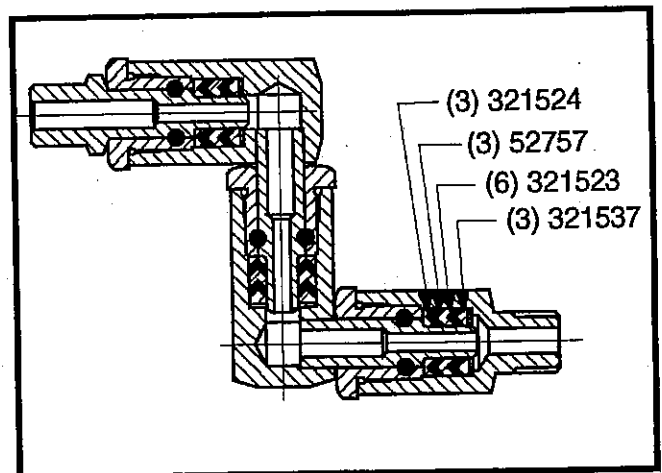

Figure 7 : Ensemble orientable universel 52752 (modèle 9641)
IMPORTANT : Avant de rassembler, lubrifiez la garniture, les joints statiques et l'ajustage des pistons comme indiqué à la Figure 7. Protégez tous les joints d'étanchéité et toutes les surfaces d'étanchéité contre tout dommage et éraflures dans la mesure du possible.
*398719-1 Pour utilisation sur l'ensemble de raccord orientable 52752 (Figure 7)